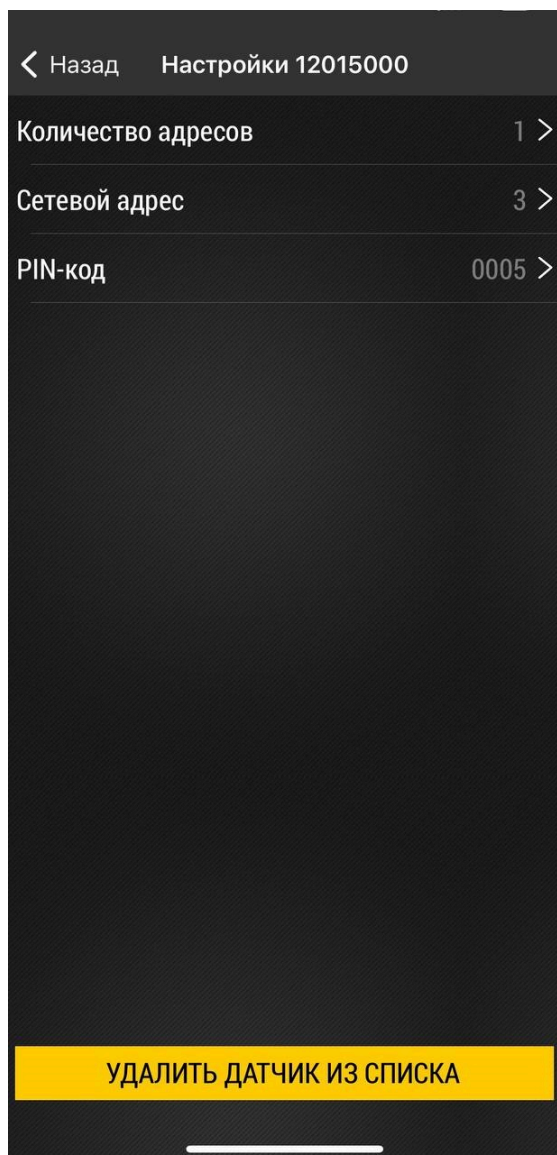

Рис.19. Настройка датчика.
- После создания списка необходимо настроить каждый добавленный датчик для работы с приемником TK-Receiver-Air. Для этого нажмите на строку с серийным номером нужного датчика. Откроется окно с настройками датчика (**Рис.19**).